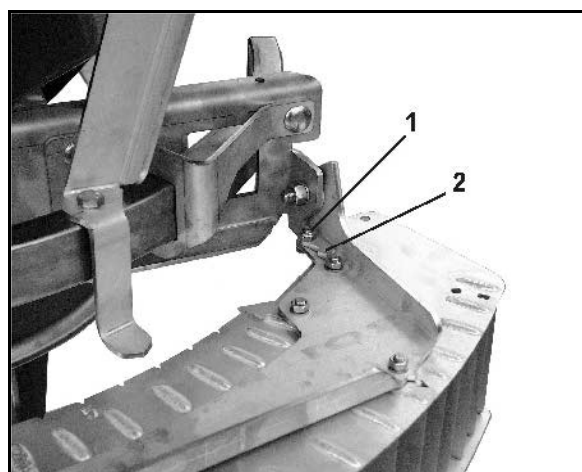

Fig. 58
På ovansidan av gränsspridningsskärmen finns på respektive sida ett anslag. (Fig. 58).
1. Lossa muttern (Fig. 58/1) för anslaget.
3. Vik runt anslaget (Fig. 58/2) och dra åt muttern igen.